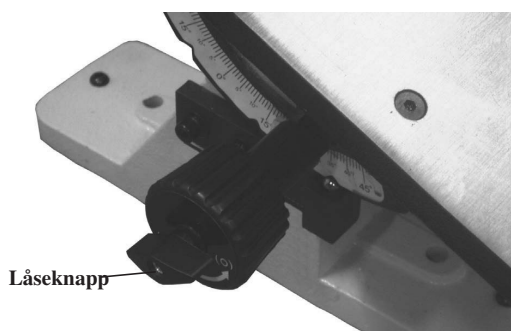

Fig. 02
1. Løsne låseknappen (fig. 02) og flytt bordet til 90-graders posisjon. Spenn fast låseknappen og plasser en vinkelhake mot bordet og pusseskiven. Vinkelhaken bør hvile rett mot bordet og skiven.